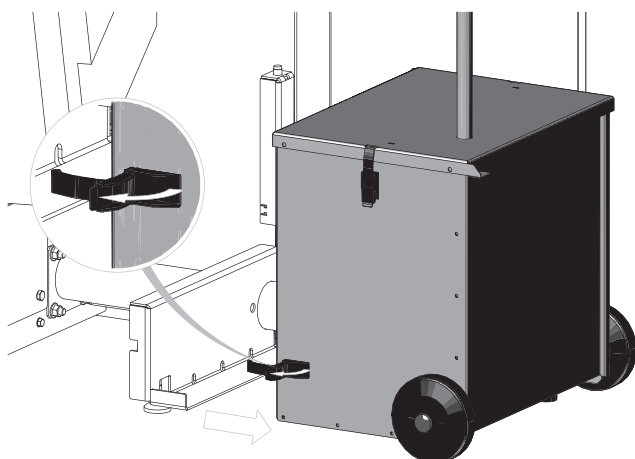

Fig. 51
- ▶ Aprire entrambe le chiusure a staffa inferiori e rimuovere il contenitore cenere – Fig. 51.